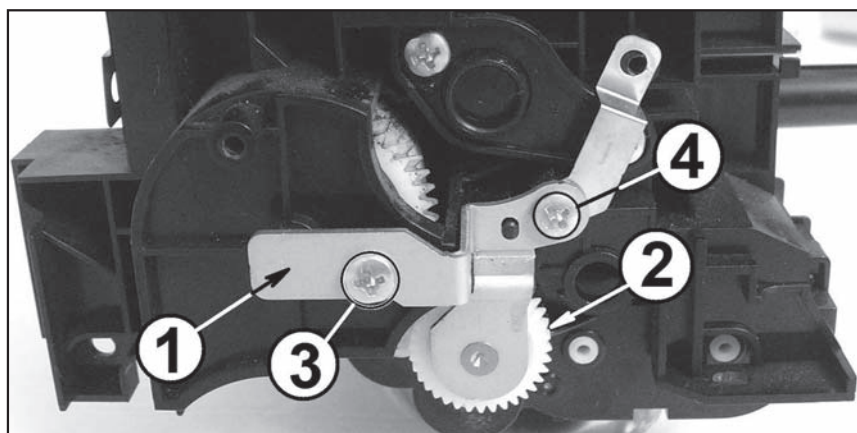

Рис. 78
2. Располагают блок ксерографии шестернями к себе. Запоминают местоположение кронштейна 1 (рис. 78) и шестерни 2 привода лопасти подачи тонера и магнитного вала узла проявки. Откручивают два самореза 3 и 4 (рис. 78) крепления, перемещают кронштейн к себе и снимают его с блока в сборе с шестерней.